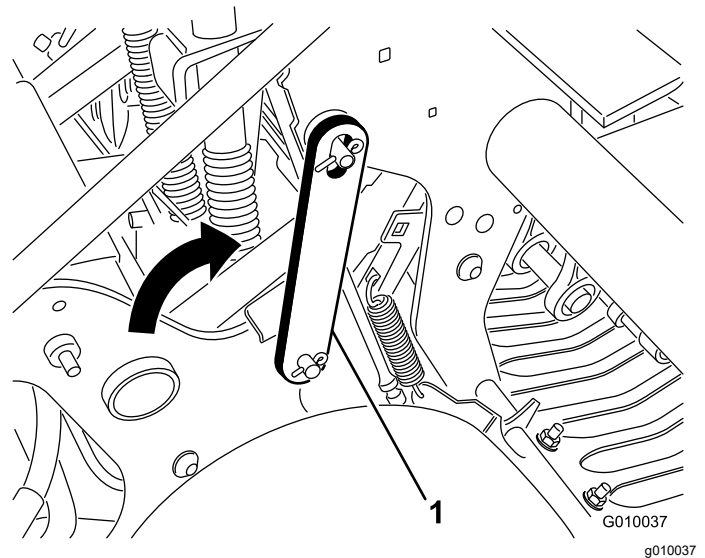

Figure 19
4. Faites pivoter le verrou de service en arrière et engagez-le sur la goupille de la tête d'aération (Figure 19). Fixez le verrou en place avec la goupille à anneau.